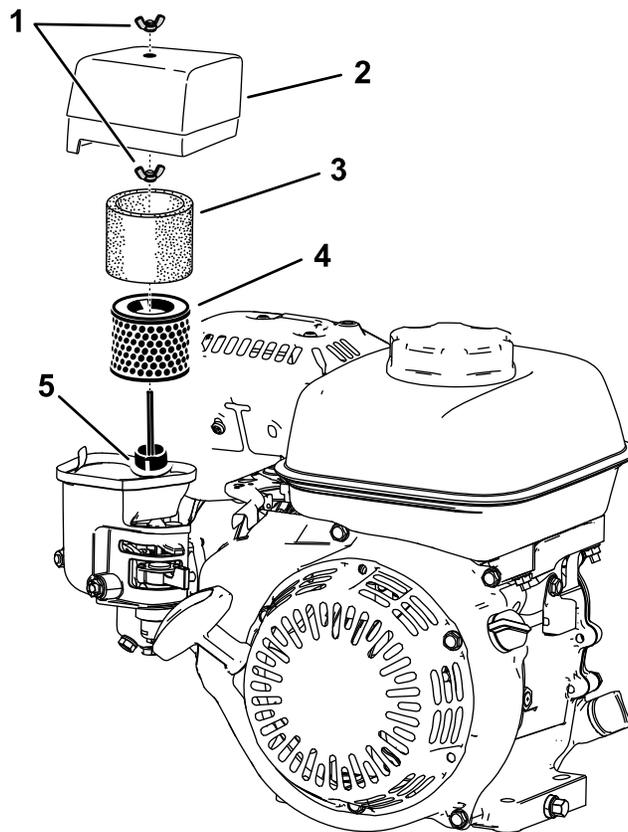

Figura 27
- Rimuovete il dado ad alette che fissa il coperchio del filtro dell'aria (Figura 27).